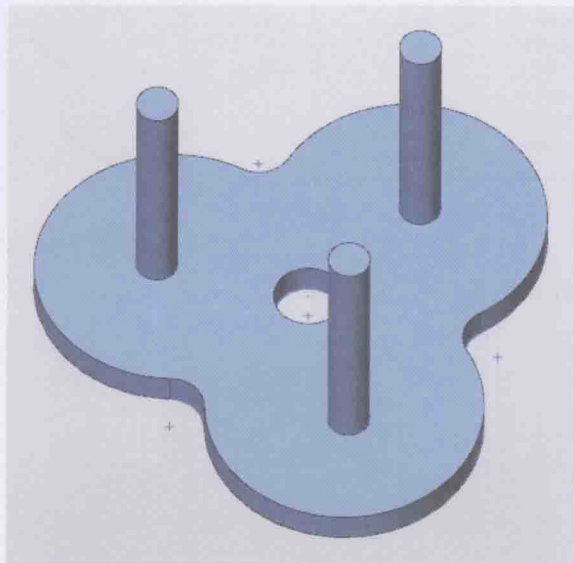

图 1-3-11
7. 完成草图轮廓, 使用拉伸命令  对草图轮廓进行拉伸, 拉伸厚度为 80mm。在进行拉伸操作时, 布尔运算选择加运算 , 使底座的底板和支架成为一个基体, 如图 1-3-11 所示。